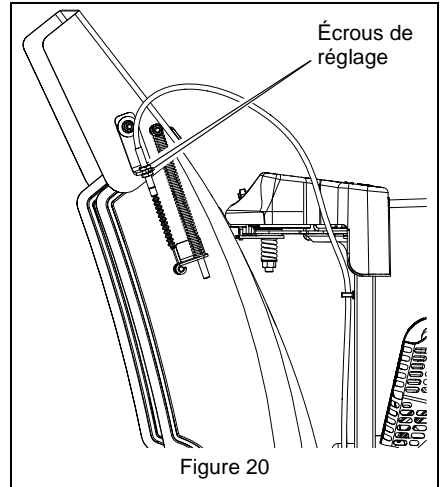

Figure 20
2. Desserrer les écrous de réglage du support de câble fixés sur le flanc du déflecteur de goulotte (Figure 20).